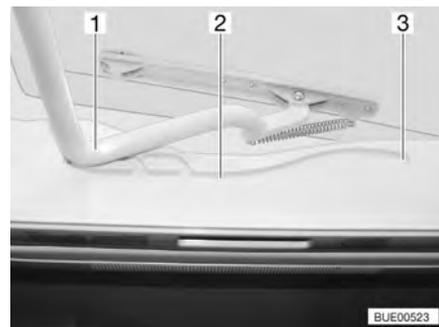

Bild 60 Heki-Dachhaube, Führung
- Den Bügel (Bild 60,1) in den Führungen (Bild 60,2) bis in die hinterste Position (Bild 60,3) ziehen.
- Den Bügel (Bild 60,1) mit beiden Händen leicht nach oben drücken.
- Den Bügel in den Führungen (Bild 60,2) bis zur gewünschten Stellung ziehen.